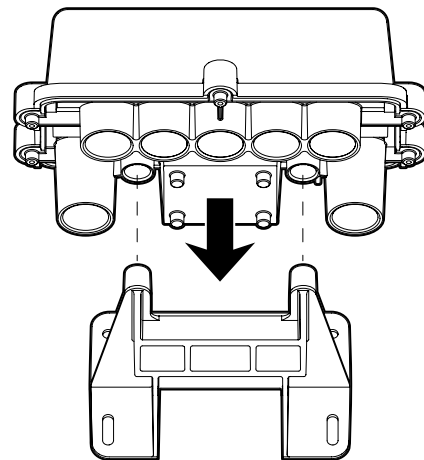

FIG. 2. Colocar la caja de conexiones
2. Coloque la caja de conexiones en el soporte de montaje de tal manera que las lengüetas delanteras del soporte de montaje se deslicen en las ranuras que se encuentran en la parte delantera de la caja de conexiones. Consulte Fig. 2.